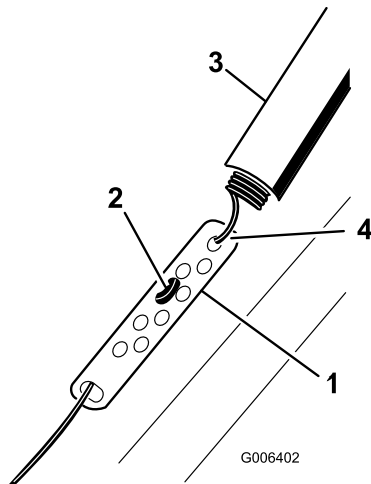

Figure 21
1. Remontez la protection du ressort et décrochez le ressort de la biellette de réglage (Figure 21).
2. Accrochez le raccord en Z à un trou plus haut ou plus bas sur la biellette de réglage de manière à obtenir un écart de 2 à 3 mm (1/16 à 1/8 po) entre la barre de commande et le guidon (Figure 21).